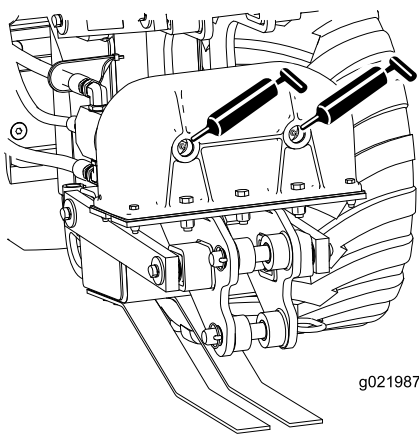

Рисунок 24
2. Присоедините к каждой масленке шприц для нагнетания консистентной смазки (Рисунок 24Рисунок 25 и Рисунок 26).